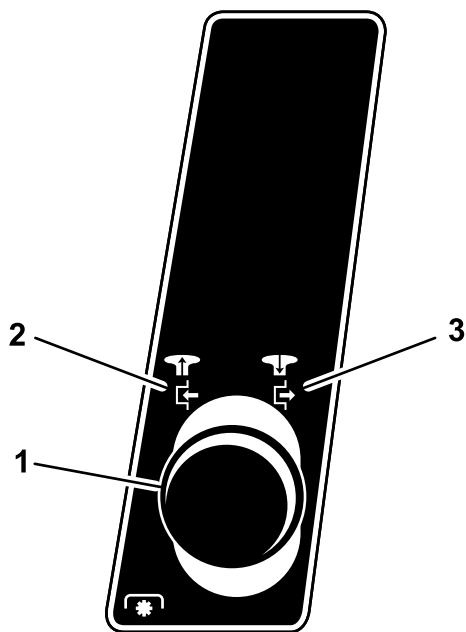

Figure 5
2. Tirez la commande des lames (PDF) en position Engagée (Figure 5).
- Poussez le bouton de commande des lames (PDF) en position Désengagée (Figure 5).